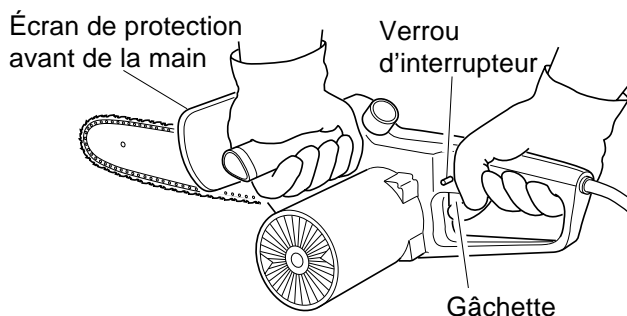

Figure 5 - Emplacement de l'écran de protection avant de la main, du verrou d'interrupteur et de la gâchette
3. Se servir des deux mains pour tenir la tronçonneuse. Toujours utiliser la main gauche pour saisir la poignée avant et la main droite pour saisir la poignée arrière. Tenir fermement. Les pouces et les doigts doivent entourer les poignées. (Voir la figure 5.)
5. Lorsqu'on est prêt à faire une entaille, appuyer sur le verrou d'interrupteur avec le pouce droit et appuyer sur la gâchette. (Voir la figure 5.) Ceci met la tronçonneuse en marche. Elle s'arrête quand on lâche la gâchette. S'assurer que la chaîne tourne à la vitesse maximum avant d'entamer l'entaille.